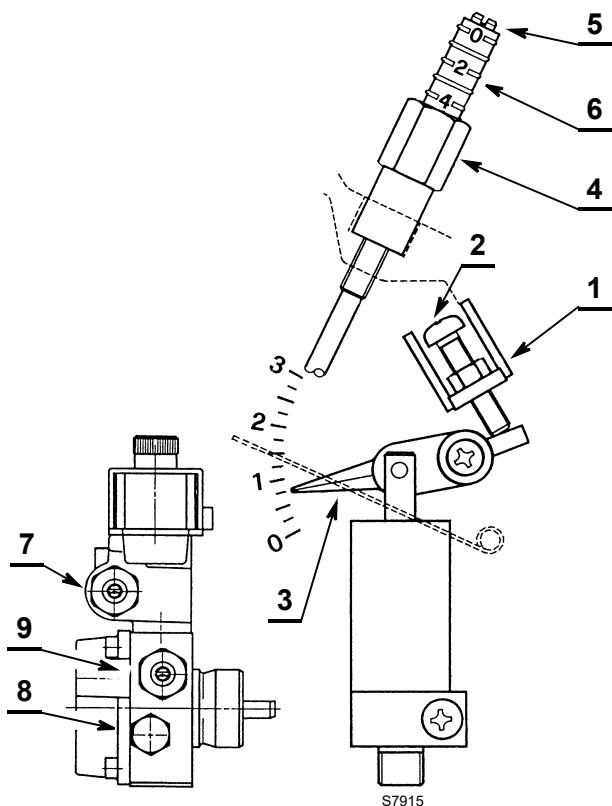

Fig. 13
- Aflojar la tuerca 1)(Fig. 13), accionar el tornillo 2)(Fig. 13) y llevar el índice 3)(Fig. 13) a la posición deseada.
- Despues de finalizar la regulación, enroscar nuevamente la tuerca 1)(Fig. 13).
Si es preciso, volver a calibrar la presión accionando el tornillo 7)(Fig. 13)
El manómetro para controlar la presión se monta en lugar del tapón 8) (Fig. 13).
- Aflojar la tuerca 4)(Fig. 13), accionar el tornillo 5)(Fig. 13) y llevar el índice 6)(Fig. 13) a la posición deseada.
- Después de finalizar la regulación, enroscar nuevamente la tuerca 4)(Fig. 13).
Si es preciso, volver a calibrar la presión accionando el tornillo 9(Fig. 13).
El manómetro para controlar la presión se monta en lugar del tapón 8 (Fig. 13).